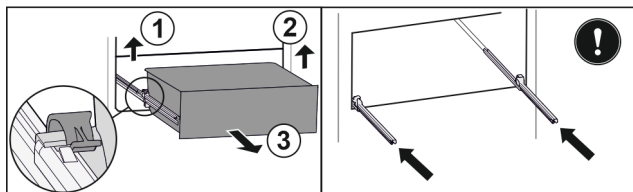

Fig. 78
- Podignite lijevu stezaljku i istovremeno izvucite ladicu lijevo prema naprijed. Fig. 78 (1)
- Podignite desnu stezaljku i istovremeno izvucite ladicu desno prema naprijed. Fig. 78 (2)
- Izvadite ladicu prema naprijed. Fig. 78 (3)